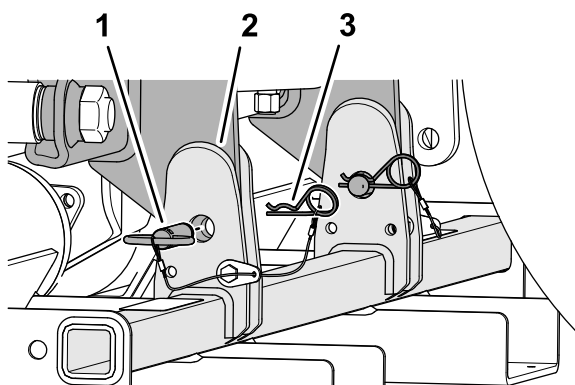

Рисунок 46
3. Прикрепите подставку для хранения к машине с помощью 2 пальцев подставки для хранения и 2 шплинтов (**Рисунок 46**).